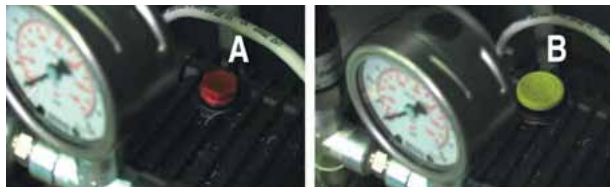

Fig. 2.a
1. Substituir a tampa do óleo superior da bomba: substituir a tampa cega do óleo SUPERIOR (Fig. 1.a, A), utilizado somente para o transporte por aquele COM ORIFÍCIO DE PURGA (Fig. 2.a, B) a ser utilizado durante o funcionamento normal; conservar a tampa cega para futuros transportes.